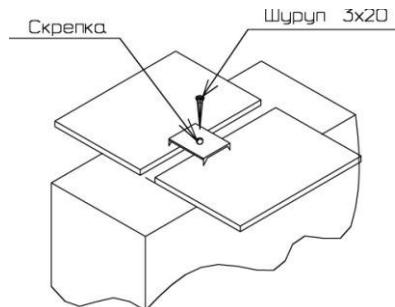
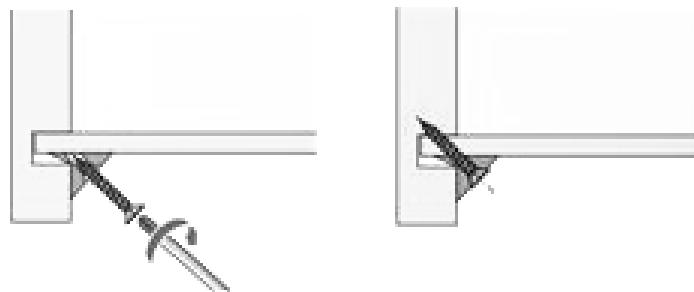

Рис. 2
Рис. 3
1. Между перегородкой (5) боковой стенкой (4) установить горизонтальный щит (6) и панель заднюю (06) так, чтобы дюбели и шканты вошли в предназначенные для них отверстия. Присоединить планку верхнюю переднюю (8) и заднюю (9) к боковой стенке (4) с помощью эксцентриковых стяжек, к перегородке (5) с помощью конфирмат-винтов. С левой стороны присоединить к перегородке (5) горизонтальный щит (7). Соединить боковую стенку (3) с помощью эксцентриковых стяжек с горизонтальным щитом и планками. К боковым стенкам (3), (4) и перегородке (5) присоединить нижний щит (1) с помощью эксцентриковых стяжек и конфирмат-винтов. Установить задние стенки так, чтобы они вошли в пазы боковых стенок и нижнего щита. Присоединить верхний щит (2) таким образом, чтобы дюбели и шканты вошли в отверстия боковых стенок (3), (4), задние стенки при этом должны войти в паз верхнего щита. Затянуть эксцентрики, повернув их на 180 градусов (см. схему сборки).
2. Собранный корпус проверить на прямоугольность, сравнивая диагонали (их длины должны быть равны). Закрепить задние стенки в местах стыков на перегородке и горизонтальных щитах с помощью шурупов 3x20мм и скрепок (рис.2 и рис.6). Установить мебельные уголки, закрепив их комплектными шурупами (рис.3 и рис.6). К панели задней (06) задние стенки закрепить саморезами 3,5x16.
3. Закрепить планку верхнюю переднюю (8) к верхнему щиту (2) саморезами 3,5x25мм.